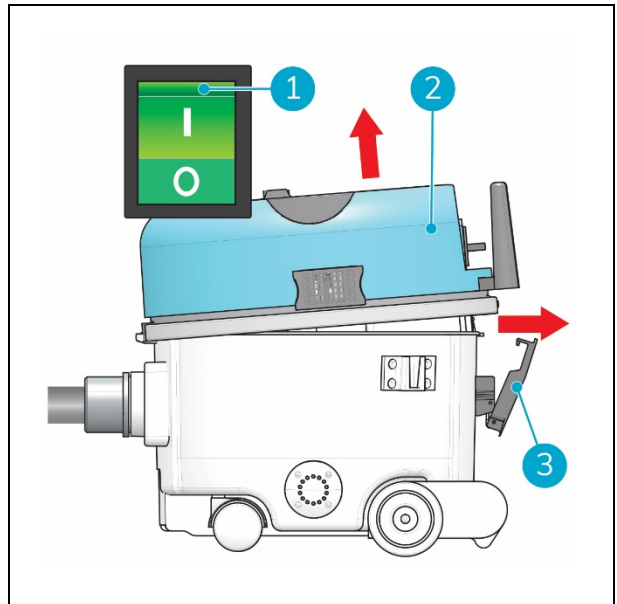

Figura 9
1. Desligue o i-vac® 6 através do interruptor de alimentação principal (figura 9, posição 1).
2. Abra o fecho (figura 9, posição 3).
3. Levante a zona superior (figura 9, posição 2) sob o aro cinzento, na lateral do fecho.